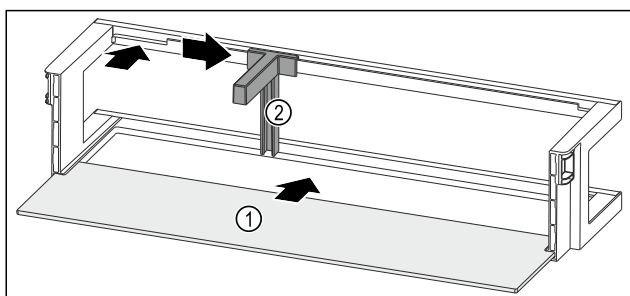

Fig. 243 Balconnet de contre-porte avec tablette de rangement
- Insérer la tablette de rangement Fig. 243 (1) dans les évidements latéraux.
- Insérer le range-bouteilles Fig. 243 (2) dans l'évidement.
- Pousser le range-bouteilles Fig. 243 (2) sur le côté en position souhaitée.